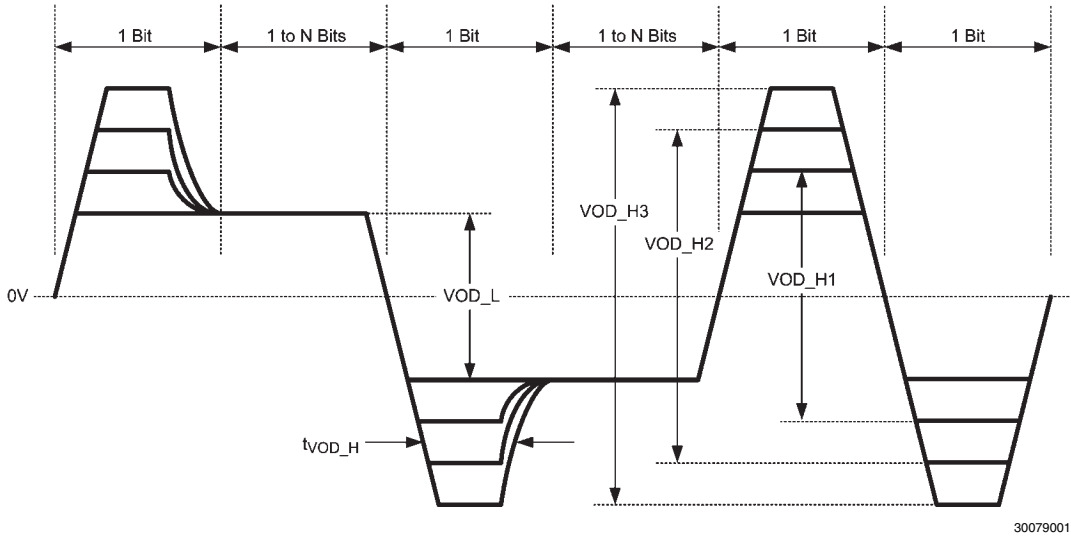

图1 提升脉冲时间 (t_{VOD_H}) 为UI的75%时, 预加重是最有用的
传输线损耗是许多处理高速（1MHz以上）信号的系统设计者面临的常规问题。针对可降低传输线损耗的芯片需求，国家半导体开发出内置了预加重和均衡电路的LVDS系列产品。图1列出适合与FPD-Link II SER/DES一起使用的具有信号增强电路的LVDS芯片。
对于系统设计者，预加重电路的一个重要参数是它提供的提升或者增益。提升的越高，可以补偿的线路衰减越多，最终在传输介质传输的距离越长。图1解释了一个带四级预加重提升驱动器的输出信号和信号的时域特性。信号格式顺序为起始的1个高位 (H)，1~N位H，1位低 (L)，1~N位L，一个H，一个L。注意信号的正常幅值VOD_L和三个显著提升幅值 VOD_H1-3。提升是 $20 \log VOD_H/VOD_L$ ，单位为dB。还有一点也很重要，提升脉冲的持续时间应优化在单位间隔时间 (t_{UI}) 的75%；缩短提升脉冲持续时间将只能提供更低的增益。表1中的LVDS芯片列出了预加重特性，可以提供多达四级预加重。
带集成预加重的缓冲器的连接如图6所示。FPD-Link II SER需要100Ω的输出负载，直流耦合到LVDS的缓冲器。图1列出的所有芯片都集成了100Ω的输入、输出端接电阻，不需要外接元件。集成的端接电阻不仅减少了元件数量，也节约